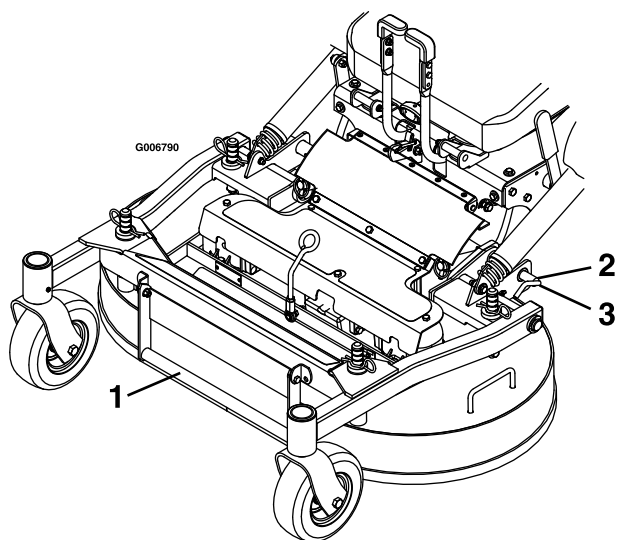

Figure 9
2. Dégagez les goupilles de verrouillage de chaque côté du tablier de coupe (Figure 9).
2. Poussez les goupilles de verrouillage vers l'intérieur et tournez-les vers l'avant pour verrouiller solidement le tablier en position abaissée (Figure 9).